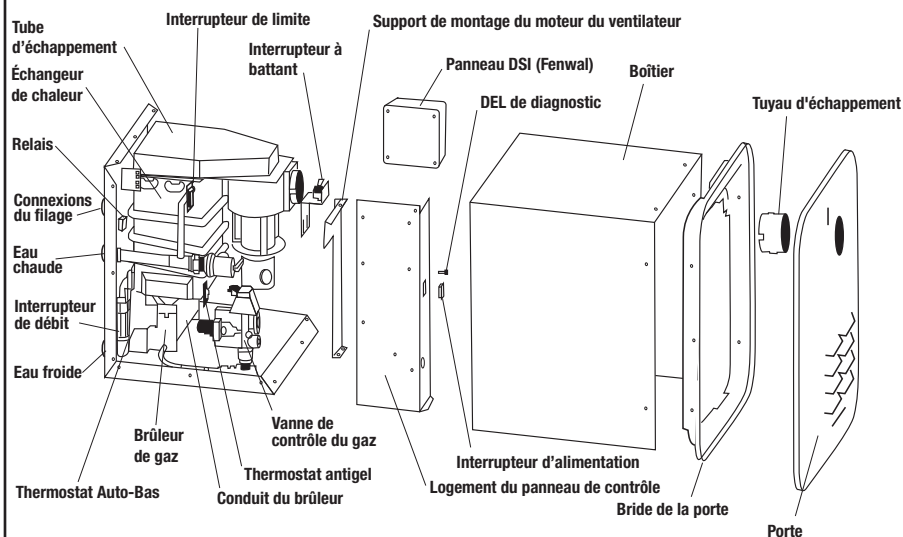

Figure 9 - Vue éclatée du modèle GSHW-1 et identification de ses principales composantes
- 1. Figure 9 :** Montre une vue éclatée du chauffe-eau GSWH-1 avec le nom de toutes les composantes.